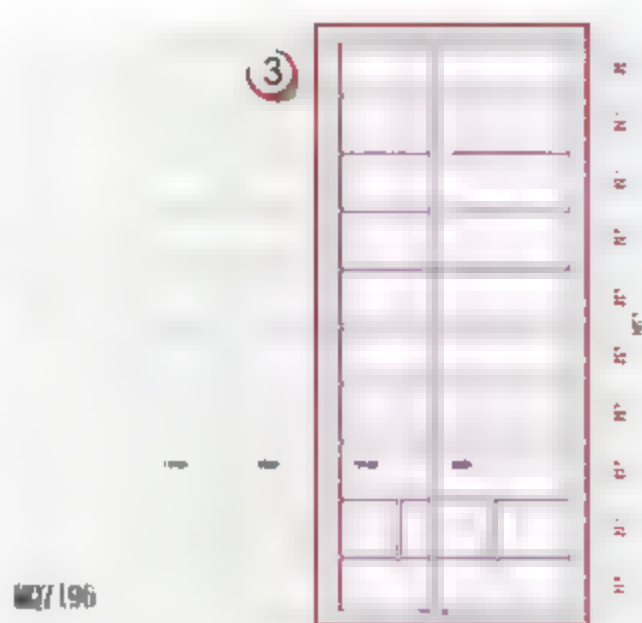

图 7.2.40 MQ7196 转角幕墙窗框的位置及厚度
- (14) 绘制 MQ7196 幕墙窗框。选择“项目浏览器”中的“立面（立面 1）”→“左”选项，可以进入 MQ7196 的左部立面视图，选择“创建”→“拉伸”命令，进入“修改 | 编辑拉伸”界面，用菜单中的绘制工具绘制 MQ7196 幕墙窗框，如图 7.2.40 所示。单击√按钮完成绘制。